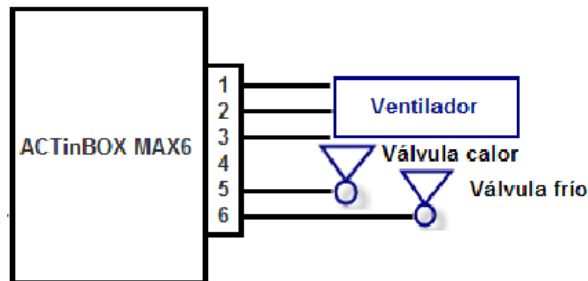

Figura 1.3. Conexión ACTinBOX MAX6 a Fan Coil de 4 tuberías
Como puede verse en la figura 1.3, las correspondencias entre las salidas del actuador para su conexión a Fan Coil son:
Nota: en caso de que el Fan Coil a controlar tenga 2 tuberías y no 4, tan sólo será necesario el uso de una válvula, por lo que la salida 5, quedará libre para ser configurada independientemente, igual que la salida 4 (ver figura 1.3).
**Fan Coil de 4 tuberías:** el sistema a controlar está formado por dos válvulas (una para frío y otra para calor). Esto implica que se deberán conectar 5 de las 6 salidas del actuador: de la 1 a la 3 para controlar la velocidad del ventilador y la 5 y la 6 para las válvulas de frío y calor (ver figura 1.3); por lo tanto, quedará una salida libre, que podrá ser habilitada o no mediante parámetro.